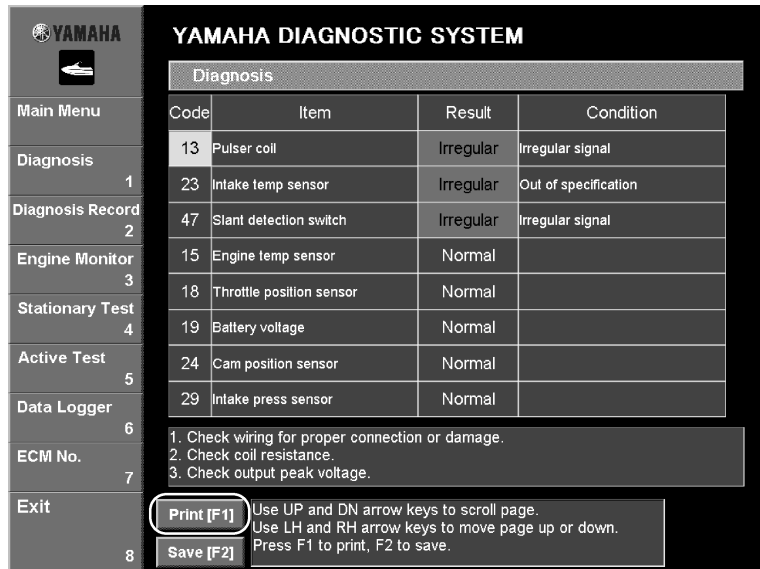

Fig. 26
1. Click the **Print [F1]** button or press the F1 key on your keyboard. The **Print** dialog box is displayed. (Fig. 26)
1. Cliquer sur le bouton **Print [F1]** ou appuyer sur la touche **F1** du clavier. La boîte de dialogue **Print** s'affiche (Fig. 26).
- ① Sélectionner l'imprimante
- ② Sélectionner le nombre de copies
- ③ Sélectionner la (les) page(s) à imprimer
1. Klicken Sie auf das Feld **Print [F1]** oder drücken Sie die **F1** Taste auf Ihrer Tastatur. Das **Print**-Dialogfeld erscheint. (Abb. 26)
- ① Den Drucker wählen
- ② Die Anzahl der Kopien wählen
- ③ Auswählen, welche Seite gedruckt werden soll
1. Haga clic en el botón **Print [F1]** o pulse la tecla **F1** del teclado. Aparece el cuadro de diálogo **Print**. (Fig. 26)
- ① Seleccione la impresora
- ② Seleccione el número de copias
- ③ Seleccione la página para imprimir